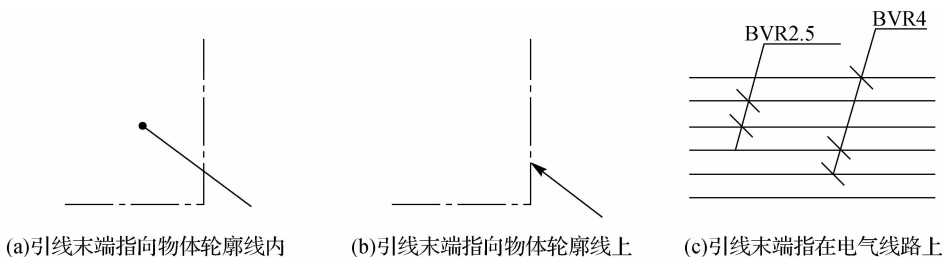

图 2-7 指引线的表示方法
(3)指引线。指引线指示注释的对象,应为细实线。指引线末端应加注如下标记:若指向轮廓线内,用一黑点表示,如图 2-7(a)所示;若指向轮廓线上,用一实心箭头表示,如图 2-7(b)所示;若指在电气线路上,用一短线表示,如图 2-7(c)所示。